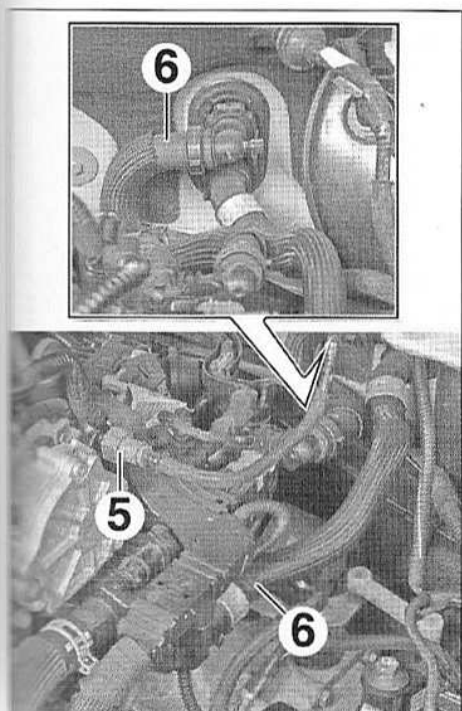

FIG.134
- Débrancher (Fig.134) :
- la canalisation de dépression (5),
- les durits (6).